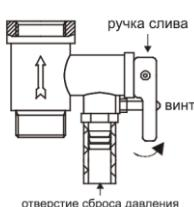

Рисунок 6
предохранительного клапана (см. рисунок 6) оденьте дренажную трубку* для отвода воды (возможно появление при нагревании) в канализацию (трубку необходимо направить строго вниз и запрещено перегибать её).
6. Чтобы слить воду из внутреннего резервуара необходимо, воспользоваться предохранительным клапаном: открутить винт ручки слива предохранительного клапана и перевести ручку слива в верхнее положение, при этом кран выхода горячей воды должен быть открыт, а кран подачи холодной воды в водонагреватель должен быть перекрыт (см. рисунок 6). Из отверстия сброса давления предохранительного клапана потечет вода. Никогда не сливайте воду, если ее температура выше 50°C, т. к. это может привести кожогам.